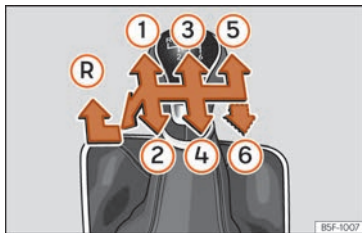

Fig. 55 Schéma d'une boîte mécanique 5 vitesses ou 6 vitesses.
Les positions des vitesses sont représentées sur le levier de vitesses **>>> fig. 55**.
- Au point mort, appuyez sur le levier de vitesses, déplacez-le complètement vers la gauche puis vers l'avant pour passer la marche arrière **>>> fig. 55 (R)**.